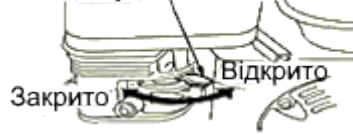

Рисунок 13
- 2) Закрийте повітряну заслінку (рисунок 13);